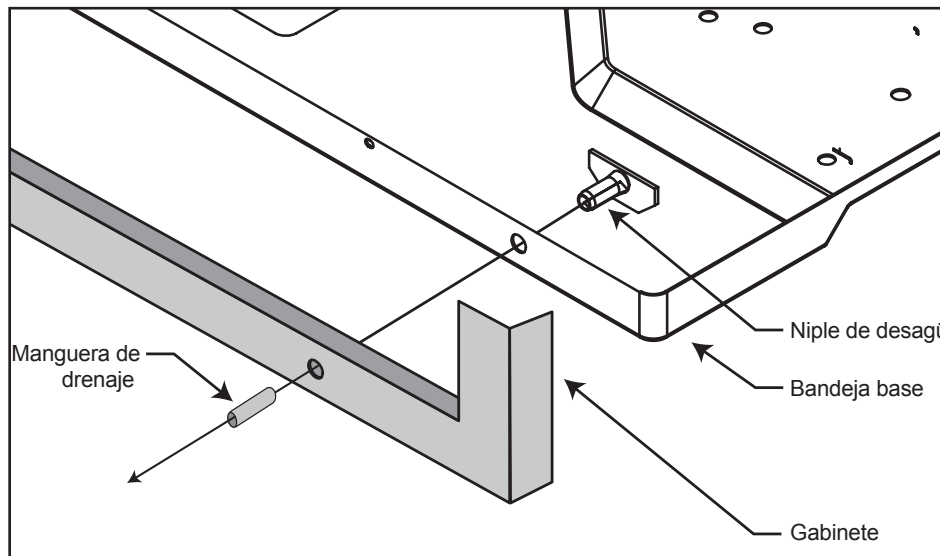

Figura 12
**PASO 1** Busque la placa para drenaje en la parte posterior de la bandeja base y quítela. (Ver Figura 12). Usando los tornillos de la placa, instale la arandela y el tubo de drenaje en la bandeja base.